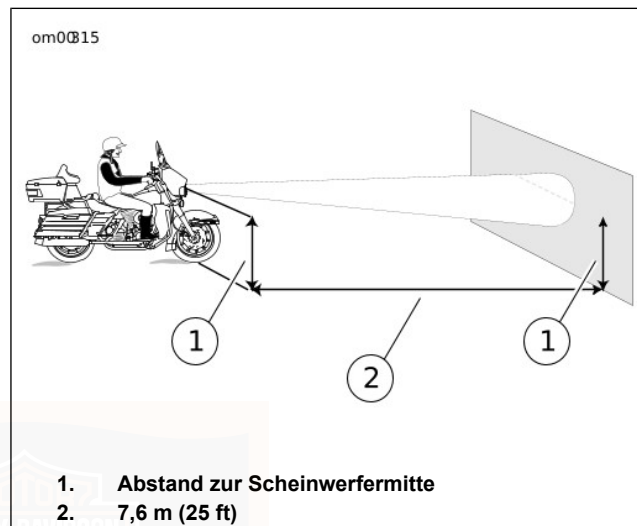

Abbildung 47. Scheinwerferausrichtung prüfen: Touring-Modelle
3. Siehe Abbildung 47. Das Motorrad so aufstellen, dass die Vorderseite auf eine Leinwand oder Mauer zeigt, die 7,6 m (25 ft) von der Vorderreifenkontaktstelle auf dem Boden (d.h. direkt unter der Vorderachse) entfernt ist.
4. Eine horizontale Linie auf die Leinwand oder Mauer (1) in der Höhe des Scheinwerfermittelpunkts über dem Boden ziehen.